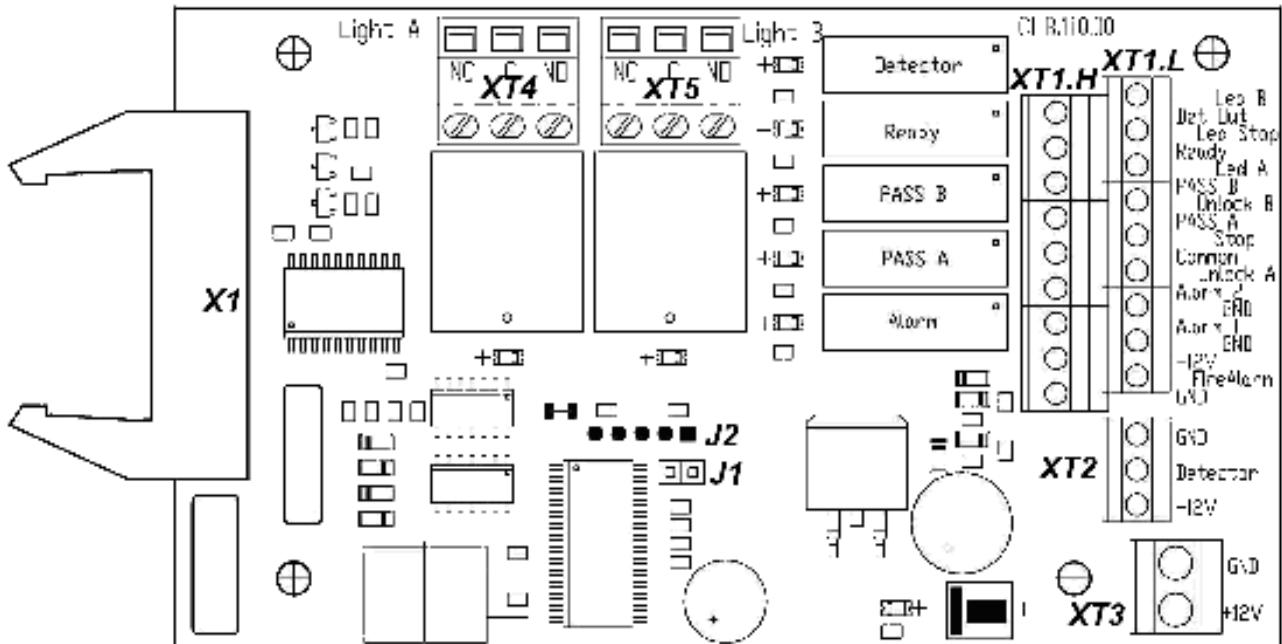
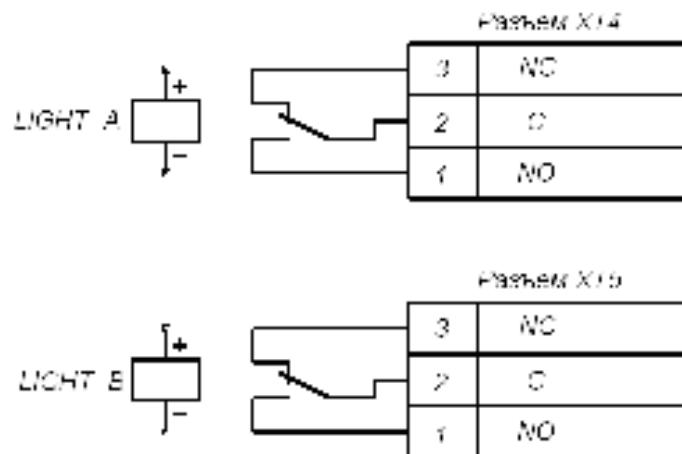

Рисунок 5. Внешний вид платы CLB
Рисунок 9. Выходные каскады для Light A и Light B
ПДУ подключается к плате CLB гибким многожильным кабелем (11) через клеммную колодку **XT1.L** (см. рис. 5 и 12).
Изменить ориентацию ПДУ относительно установки турникета (если по месту установки турникет обращен к оператору не лицевой, а тыльной стороной) можно, поменяв местами провода от ПДУ, подключаемые на контакты *Unlock A* и *Unlock B*, а также *Led A* и *Led B* соответственно (см. рис. 5 и 12).
На плате CLB (см. рис. 5) расположены:
Подключение указанных устройств производится с помощью кабеля (11) к соответствующим клеммным колодкам **XT1.L** и **XT1.H** платы CLB в соответствии со схемой электрических соединений (см. рис. 5 и 12).
Обозначения установленных на плате CLB клеммных колодок и назначение их контактов показаны на рис. 5.
Факт срабатывания / отпускания реле **PASS A**, **PASS B**, **Ready**, **Detector** и **Alarm** можно определить по загоранию/гашению красных индикаторов, которые установлены вблизи указанных реле (см. рис. 5).
Режим управления определяется наличием перемычки на разъеме **J1** (расположение разъема **J1** показано на рис. 5: перемычка установлена – импульсный режим управления, перемычка снята – потенциальный режим управления). При поставке перемычка установлена.
Подключение ДКЗП производится к клеммной колодке **XT2**, а сирены – к клеммной колодке **XT1.H** платы CLB согласно схеме электрических соединений (рис. 5 и 12). ДКЗП должен иметь нормально-замкнутые контакты.
На контакты *Det Out* и *Common* клеммной колодки **XT1.H** платы CLB (рис. 5) всегда транслируется сигнал о текущем состоянии ДКЗП.
Подключение устройства, подающего команду аварийной разблокировки, производится к клеммной колодке **XT1.L** платы CLB согласно схеме электрических соединений (см. рис. 5 и 12). Если вход *Fire Alarm* не используется, то необходимо установить перемычку между контактами *Fire Alarm* и *GND*. При поставке данная перемычка установлена.
Выносные индикаторы подключаются на клеммные колодки **XT4 (Light A)** и **XT5 (Light B)**. При этом реле **Light A** (**Light B**) активизировано (на его обмотку подано напряжение), когда горит соответствующая данному направлению прохода зеленая стрелка на блоке индикации, и нормализовано (на его обмотку напряжение не подано), когда соответствующая данному направлению прохода зеленая стрелка на блоке индикации не горит. Факт срабатывания / отпускания реле **Light A** и **Light B** можно определить по загоранию / гашению красных индикаторов, которые установлены вблизи указанных реле (см. рис. 5). Выходные каскады для сигналов *Light A* и *Light B* – перекидные контакты реле (см. рис. 9) со следующими характеристиками сигналов: